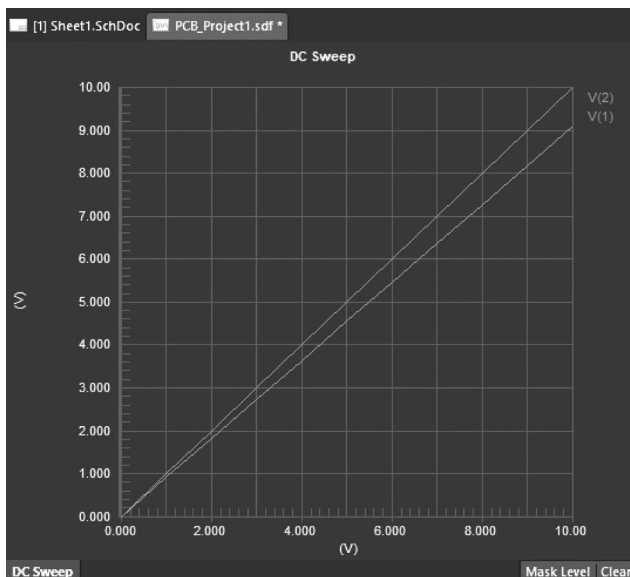

图 3-17 DC Sweep 仿真结果显示
- (1) 运行 Spice 仿真后,弹出消息对话框,关闭该对话框。
- (2) 自动打开 PCB_Project1.sdf 文件。如图 3-17 所示为网络 V1 和 V2 的 DC Sweep 仿真结果显示。